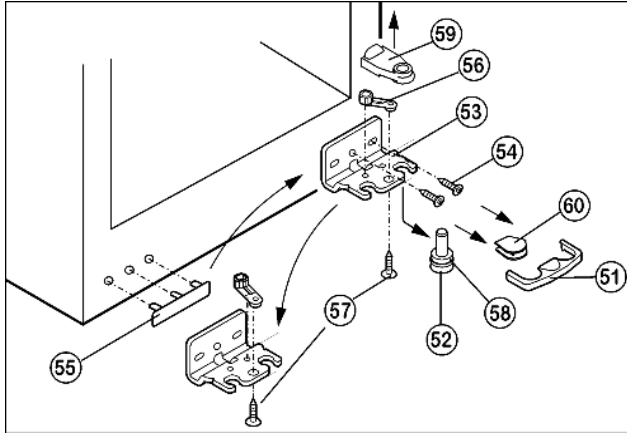

Fig. 13
- ▶ Нижнюю крышку Fig. 13 (51) снимите движением вперед.
- ▶ Нижнюю крышку Fig. 13 (60) снимите.*
- ▶ Снимите крышку Fig. 13 (59) вверх.*
- ▶ Вытяните опорный палец Fig. 13 (52) вниз и вперед. При этом следите за гнездом шарнира Fig. 13 (58).
- ▶ Открутите опорный кронштейн Fig. 13 (53) (2 шт. Torx 25) Fig. 13 (54).
- ▶ Открутите опорную деталь Fig. 13 (56) (1 Torx 25) Fig. 13 (57) и, переставив в отверстие на противоположной стороне опорного кронштейна, снова прикрутите.
- ▶ Осторожно приподнимите и переставьте крышку Fig. 13 (55) со стороны ручки.
- ▶ Снова прикрутите опорный кронштейн Fig. 13 (53) на новой стороне шарнира, при необходимости с помощью аккумуляторного шуруповерта через внешний продольный паз и круглое отверстие.
- ▶ Снова слегка наклоните устройство назад и переставьте опорный палец Fig. 13 (52).
- ▶ При необходимости выровняйте дверцы через два продольных паза в нижнем опорном кронштейне Fig. 13 (53) и среднем опорном кронштейне Fig. 11 (42) параллельно корпусу устройства, затем затяните винты.